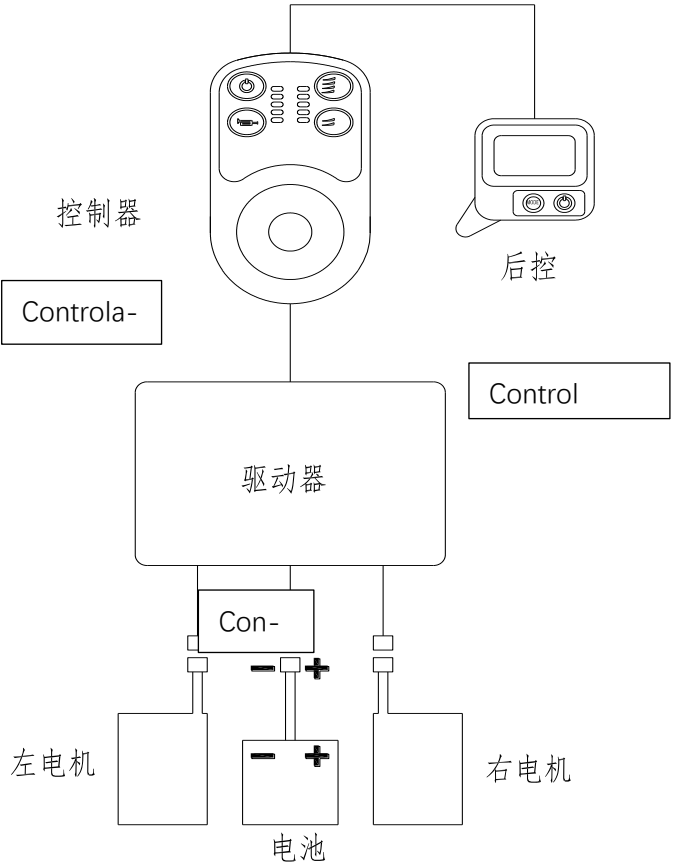

Figura 24
10.2 Diagrama de cableado eléctrico de sillas de ruedas eléctricas. (Figura 24)